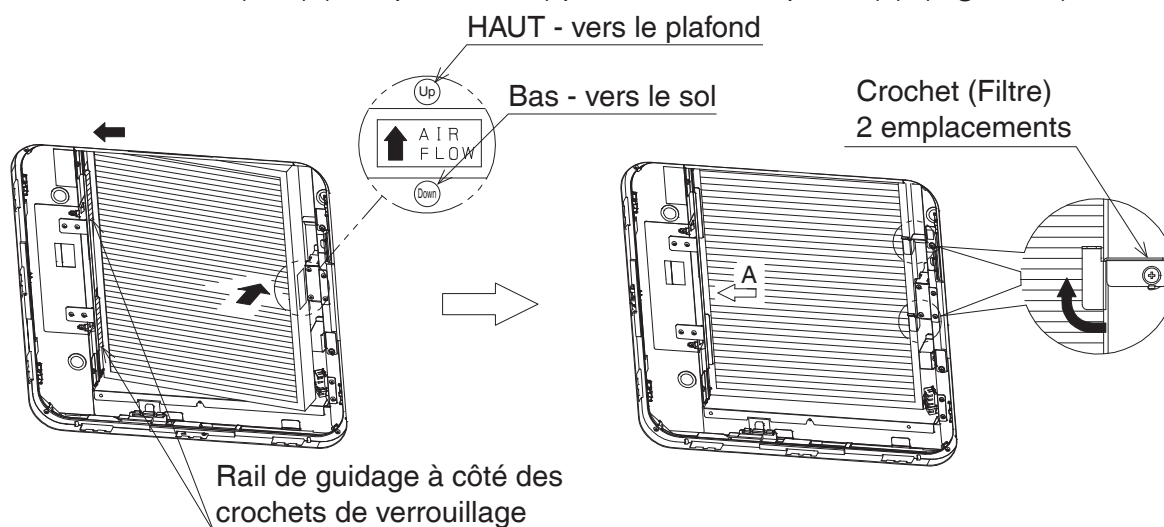

Figure 24
- (1) Sortez le filtre plissé (1) de son emballage.
- (2) Avec la flèche (AIR FLOW) sur le côté du filtre plissé (1) orientée vers le haut, insérez-le dans le rail de guidage à côté des crochets de verrouillage et poussez-le à fond.
- (3) Poussez le filtre plissé (1)
- (4) Tournez le crochet (filtre) (2 emplacements) pour fixer le filtre plissé (1). **(Figure 24)**